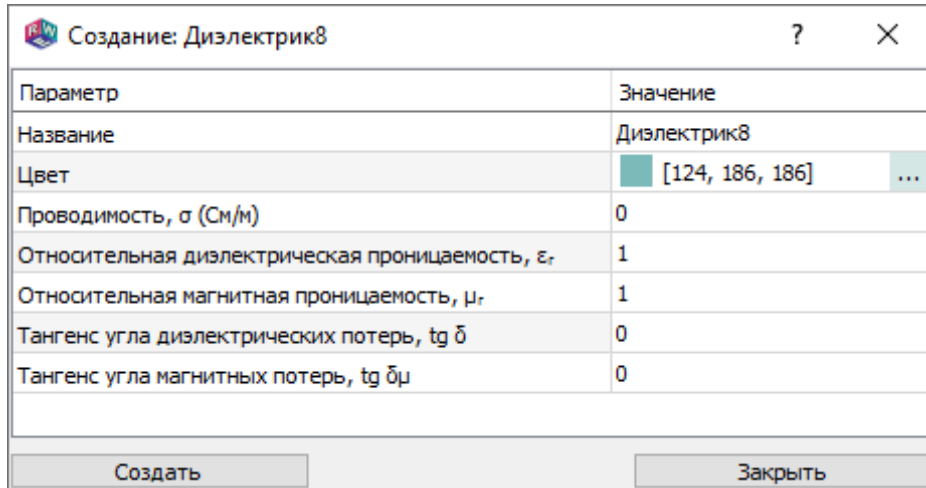

Рис. 156
– создать новый материал для типа *Диэлектрик*, *Металл* и *Импедансная поверхность*. Выводит диалог создания материала «Создание: <наименование материала>» (рис. 156), в котором задать параметры создаваемого элемента. В диалоге нажать кнопку «Создать». Новый элемент с заданными параметрами будет добавлен в список шаблонов;